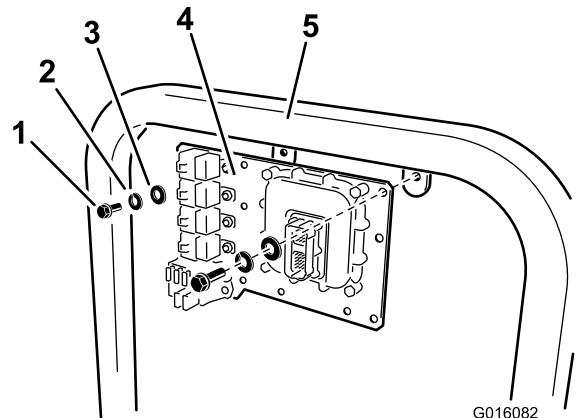

図 14
- A. マルチプロ 1200 と 1250 では、ボルト（5/16 x 3/4 インチ）2 本とロックワッシャ（5/16 インチ）2 枚および平ワッシャ 2 枚を使って 図 14 のように取り付ける。